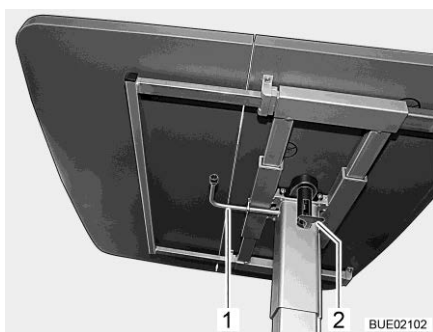

Fig. 130 Table à hauteur réglable
- Rabattre le levier de verrouillage (Fig. 130,2) vers le bas.
- Faire pivoter le levier (Fig. 130,1) sous le plateau de table à 180° dans le sens des aiguilles d'une montre. Le mécanisme de réglage de hauteur se trouvant dans le pied de table est déverrouillé.
- Faire pivoter le levier (Fig. 130,1) sous le plateau de table à 180° dans le sens des aiguilles d'une montre. Le plateau de table s'élève alors automatiquement jusqu'à la butée de fin de course.